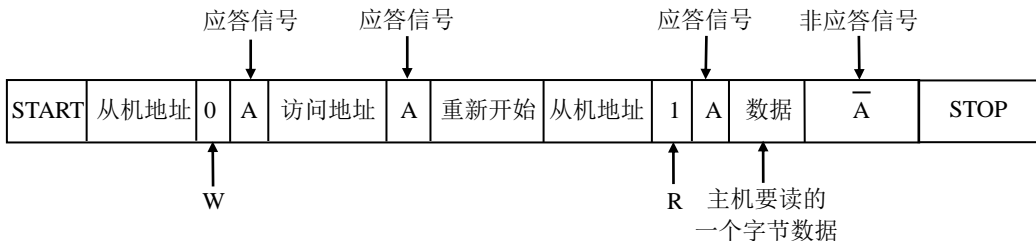

Figure 15-8 主机向从机读写数据 1 个字节数据
如 Figure 15-8 所示，主机要从从机读 1 个字节数据时，主机首先产生 START 信号，然后紧跟着发送一个从机地址，注意此时该地址的第 8 位为 0，表明是向从机写命令，这时候主机等待从机的应答信号 (A)，当主机收到应答信号时，发送要访问的地址，继续等待从机的应答信号，当主机收到应答信号后，主机要改变通信模式 (主机将由发送变为接收，从机将由接收变为发送) 所以主机发送重新开始信号，然后紧跟着发送一个从机地址，注意此时该地址的第 8 位为 1，表明将主机设置成接收模式开始读取数据，这时候主机等待从机的应答信号，当主机收到应答信号时，就可以接收 1 个字节的数据，当接收完成后，主机发送非应答信号，表示不在接收数据，主机进而产生停止信号，结束传送过程。